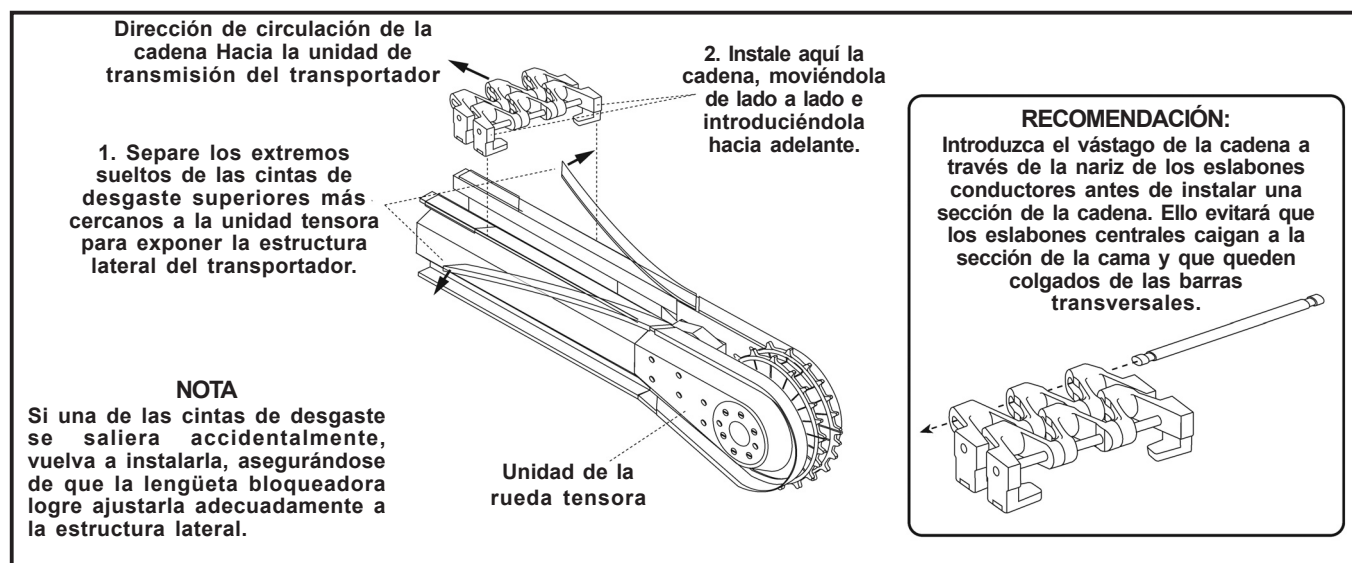

Figura 28: Instalación de la cadena
- Comience a instalar la cadena desde el extremo de la rueda tensora del transportador (*Figura 28*).